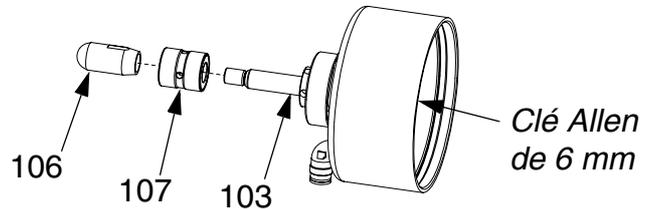

FIG. 9
6. Appliquez de la graisse sur la tige du piston et installez la cartouche à lames (107) contre le boîtier pneumatique (102) avec l'extrémité ouverte des lames orientée vers l'extérieur par rapport à la section air. Voir FIG. 9.
7. Essuyez la graisse des filetages de la tige du piston. Appliquez un adhésif anaérobie violet (fourni avec le kit de réparation) sur les filetages mâles et femelles puis mettez en place le boîtier de la bille (106). Serrez à un couple de 54 N•m (40 pi-lb). Voir FIG. 9.